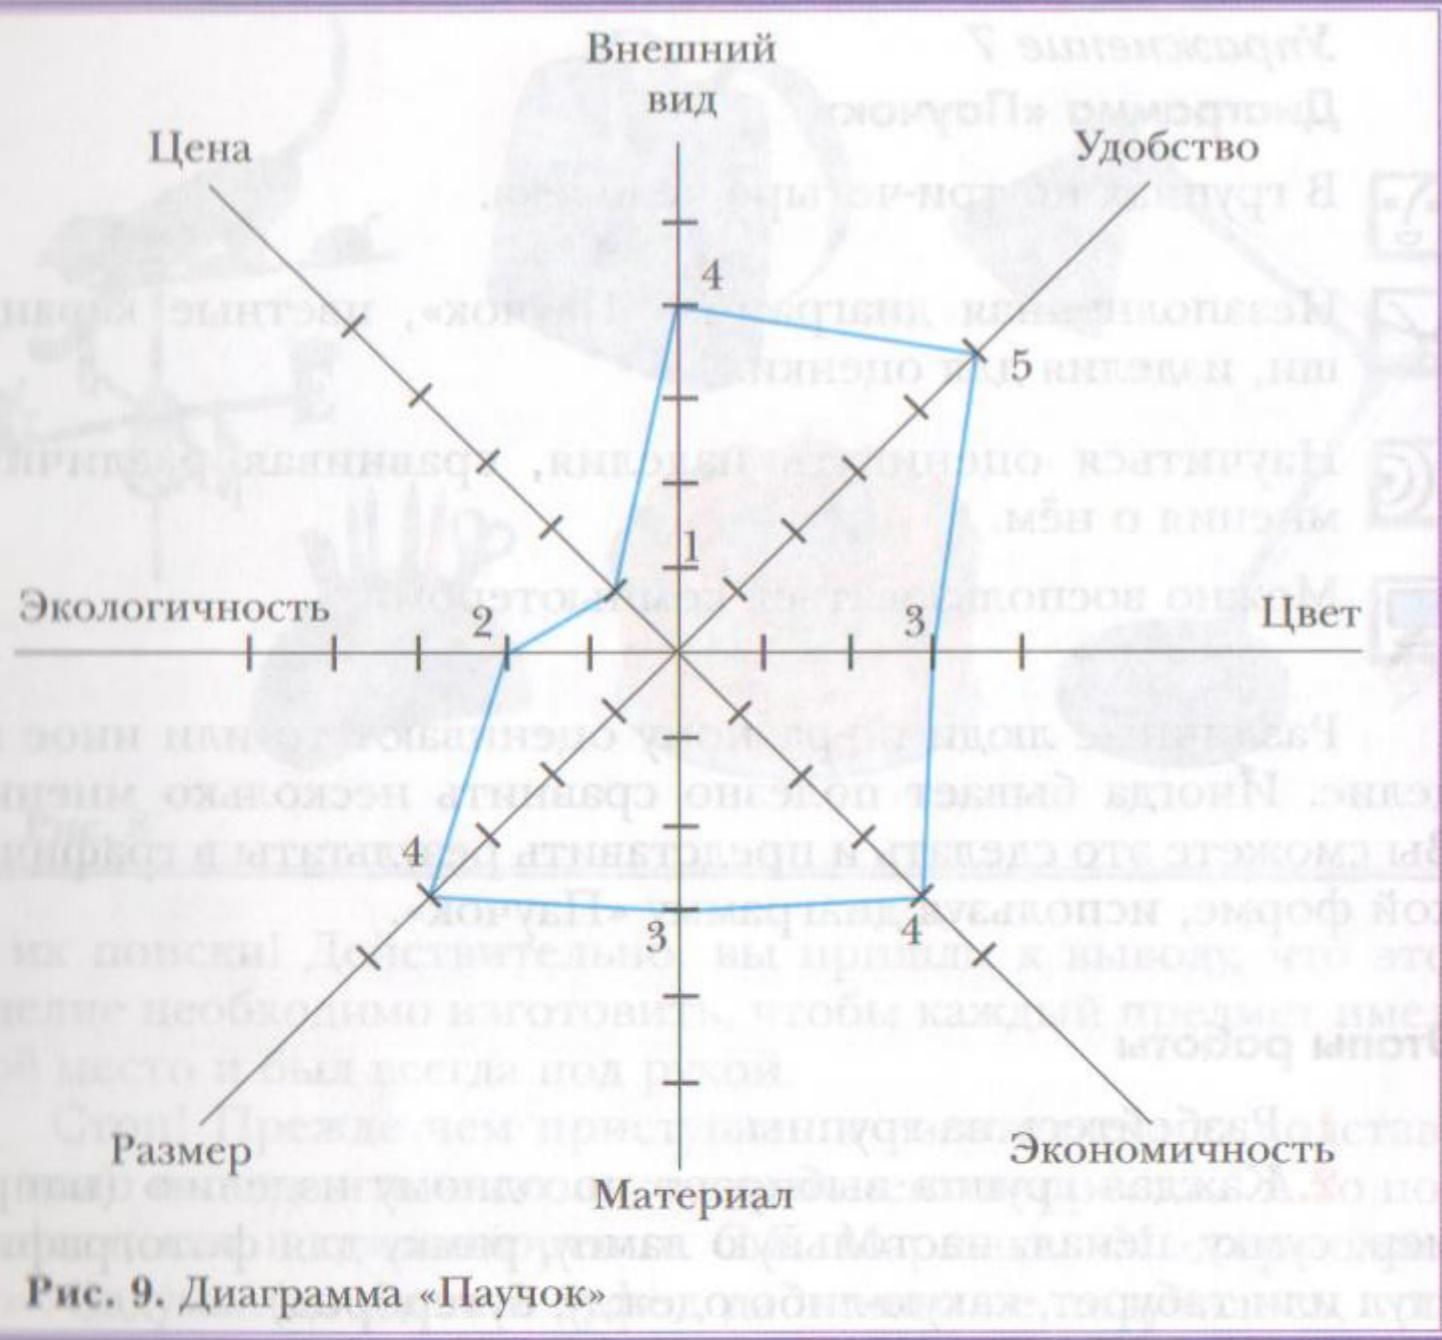

Рис. 9. Диаграмма «Паучок»
6. Далее каждый член группы на лучах диаграммы «Паучок» отмечает цветным карандашом свою оценку (5 — наивысший балл, 1 — низший балл) и соединяет на диаграмме точки одного цвета (у каждого получится своя «паутина») (рис. 9).